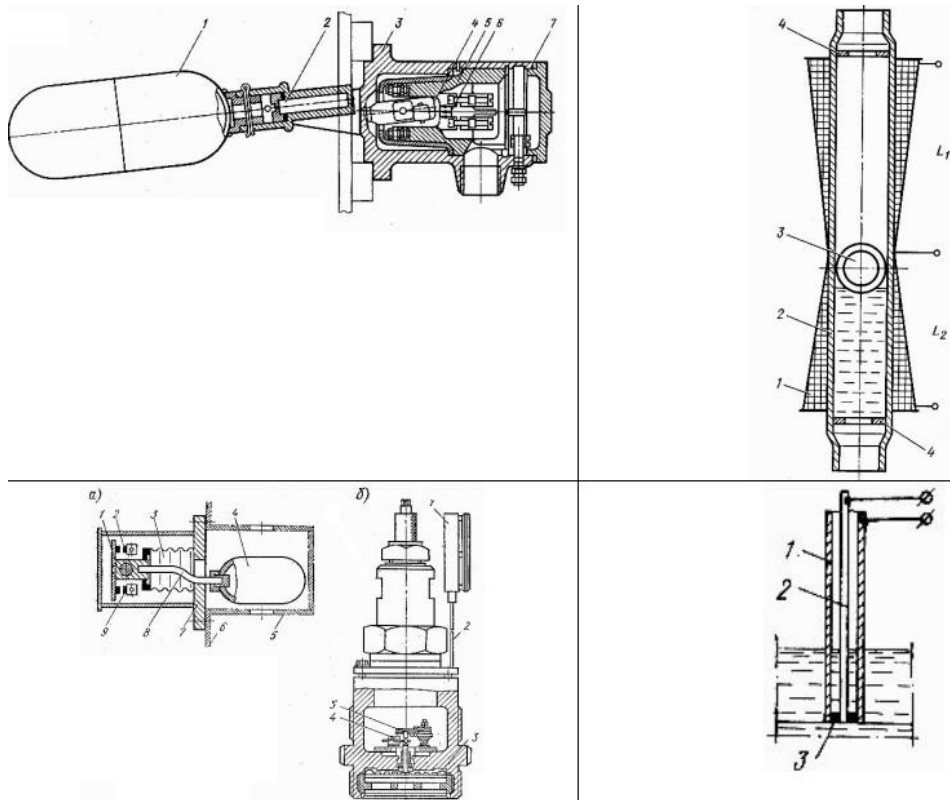

Рис.1
1. Датчики и реле уровня в системах судовой автоматики. Принцип работы датчиков (рис.1). Применение в системах автоматики.